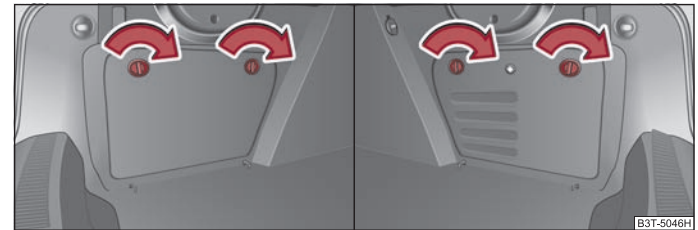

Abb. 116 Gepäckraum: Seitenfach – links / rechts.
- Das Fach öffnen Sie durch Drehen der Verschlüsse in Pfeilrichtung ⇒ Abb. 116.
Im Fach rechts ⇒ Abb. 116 befindet sich der CD-Wechsler*, der TV-Tuner* und der Verbandkasten. ■